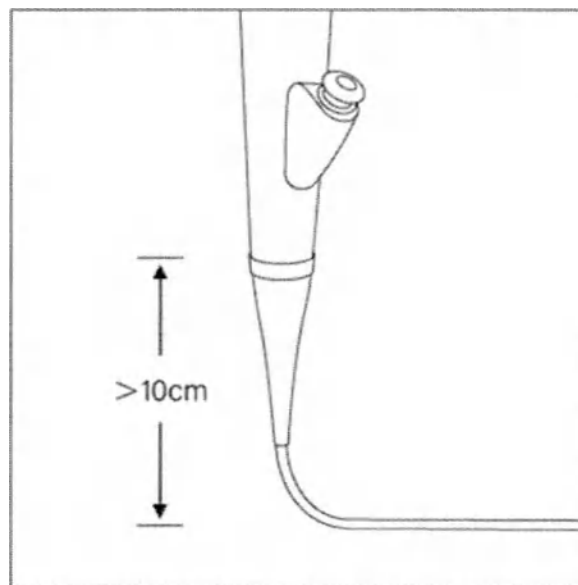

Рис. 4.2
- Пожалуйста, не сгибайте рабочую часть, которая находится в пределах 10 см от поворотного механизма. В противном случае это приведет к повреждению рабочей части (как показано на рис. 4.2).